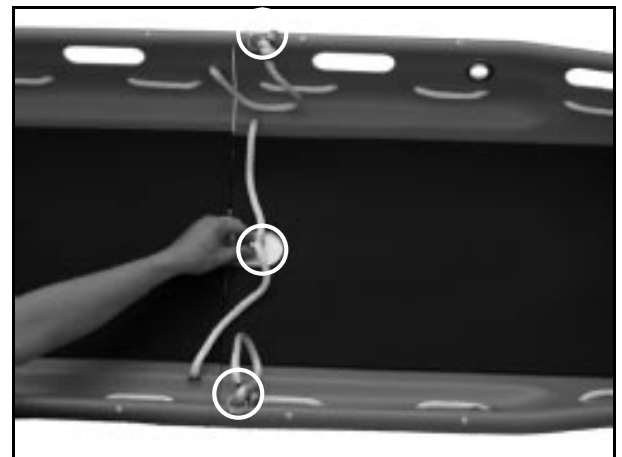

Figura 3 - Inserimento dei perni di connessione
3. Fissare i giunti nei manicotti inserendo i perni di connessione nei fori (Figura 3).